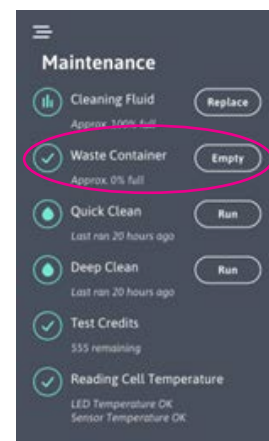

Рисунок 35
5. Для сброса нажмите кнопку сброса «Контейнер для отходов пуст» в меню «Обслуживание» (Рис. 35).